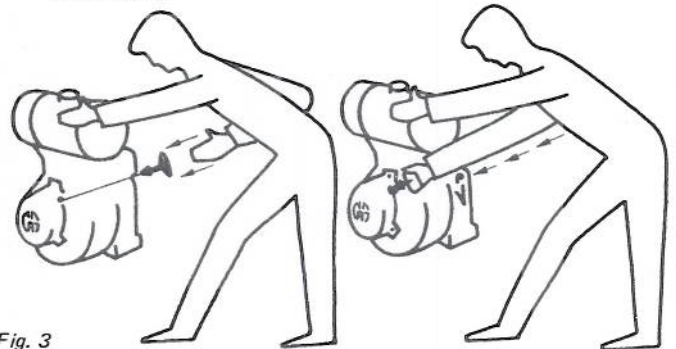

Fig. 3
- b) Au moyen du réenrouleur: tirer énergiquement sur la corde. Après avoir tiré la poignée, ne pas la lâcher, mais l'accompagner jusqu'au support (voir fig. 3). Si le réenrouleur ne fonctionne pas, déposer ce dernier, le moteur peut alors être lancé au moyen de la corde.